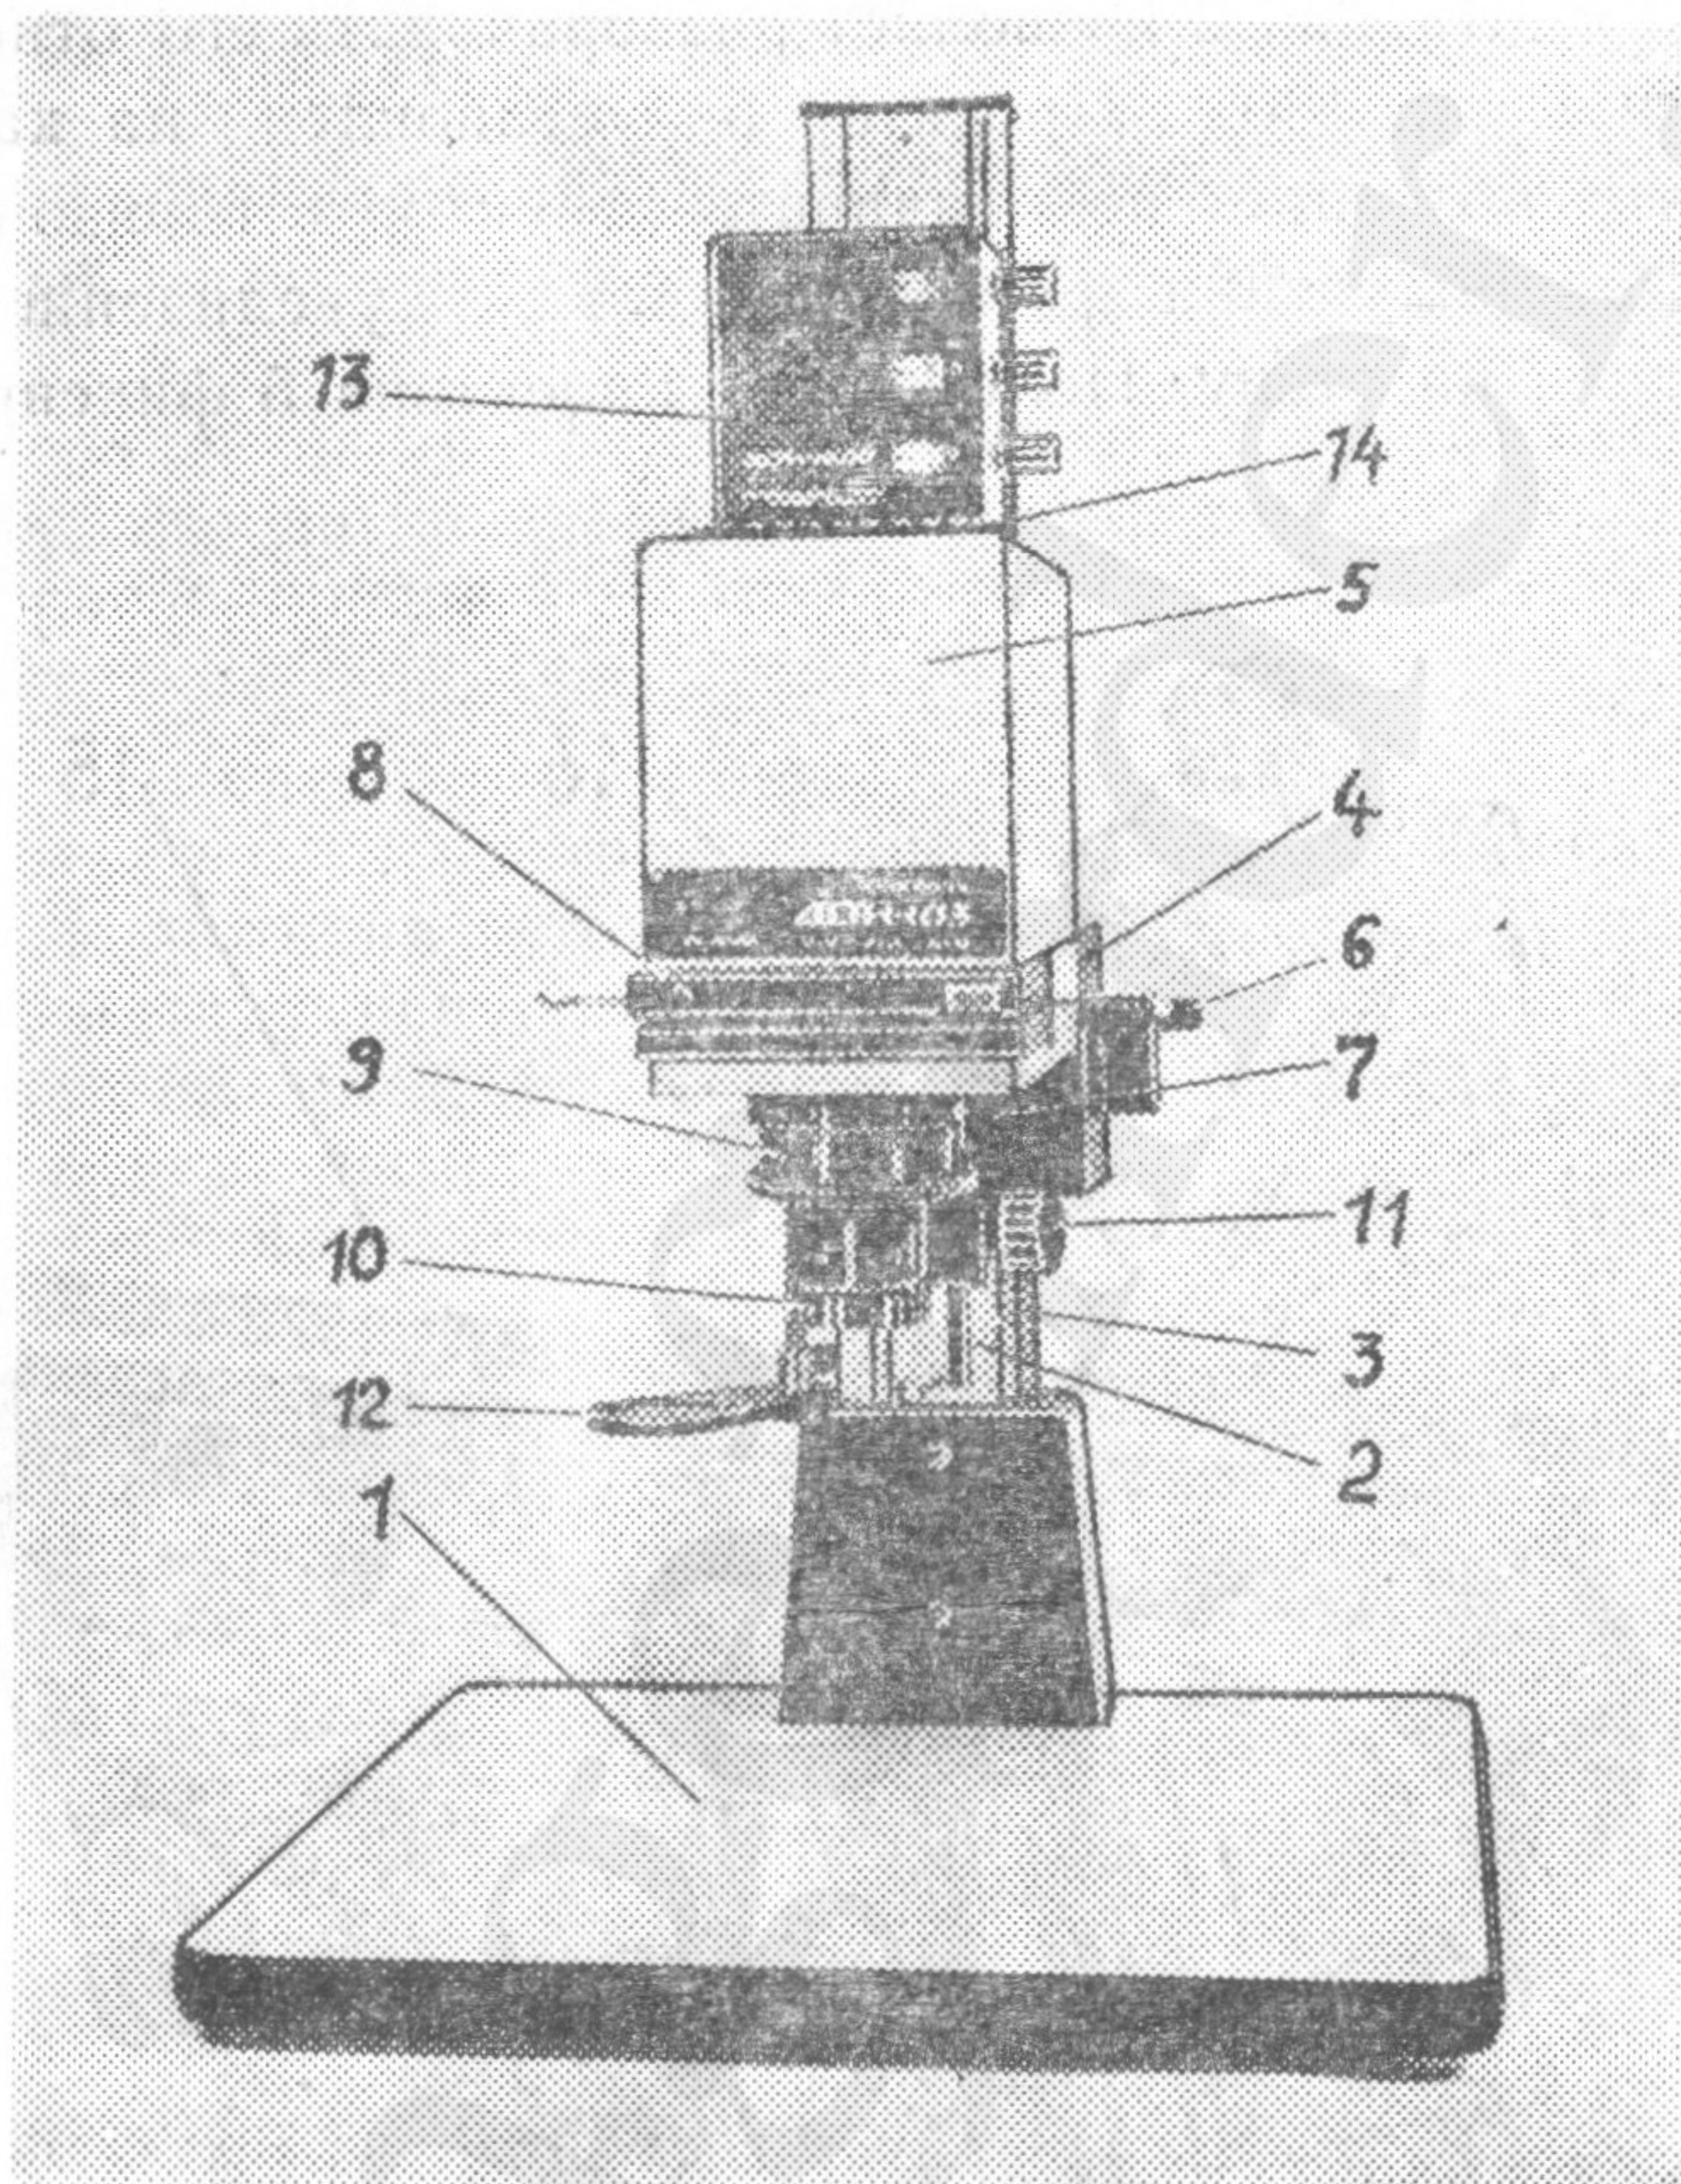
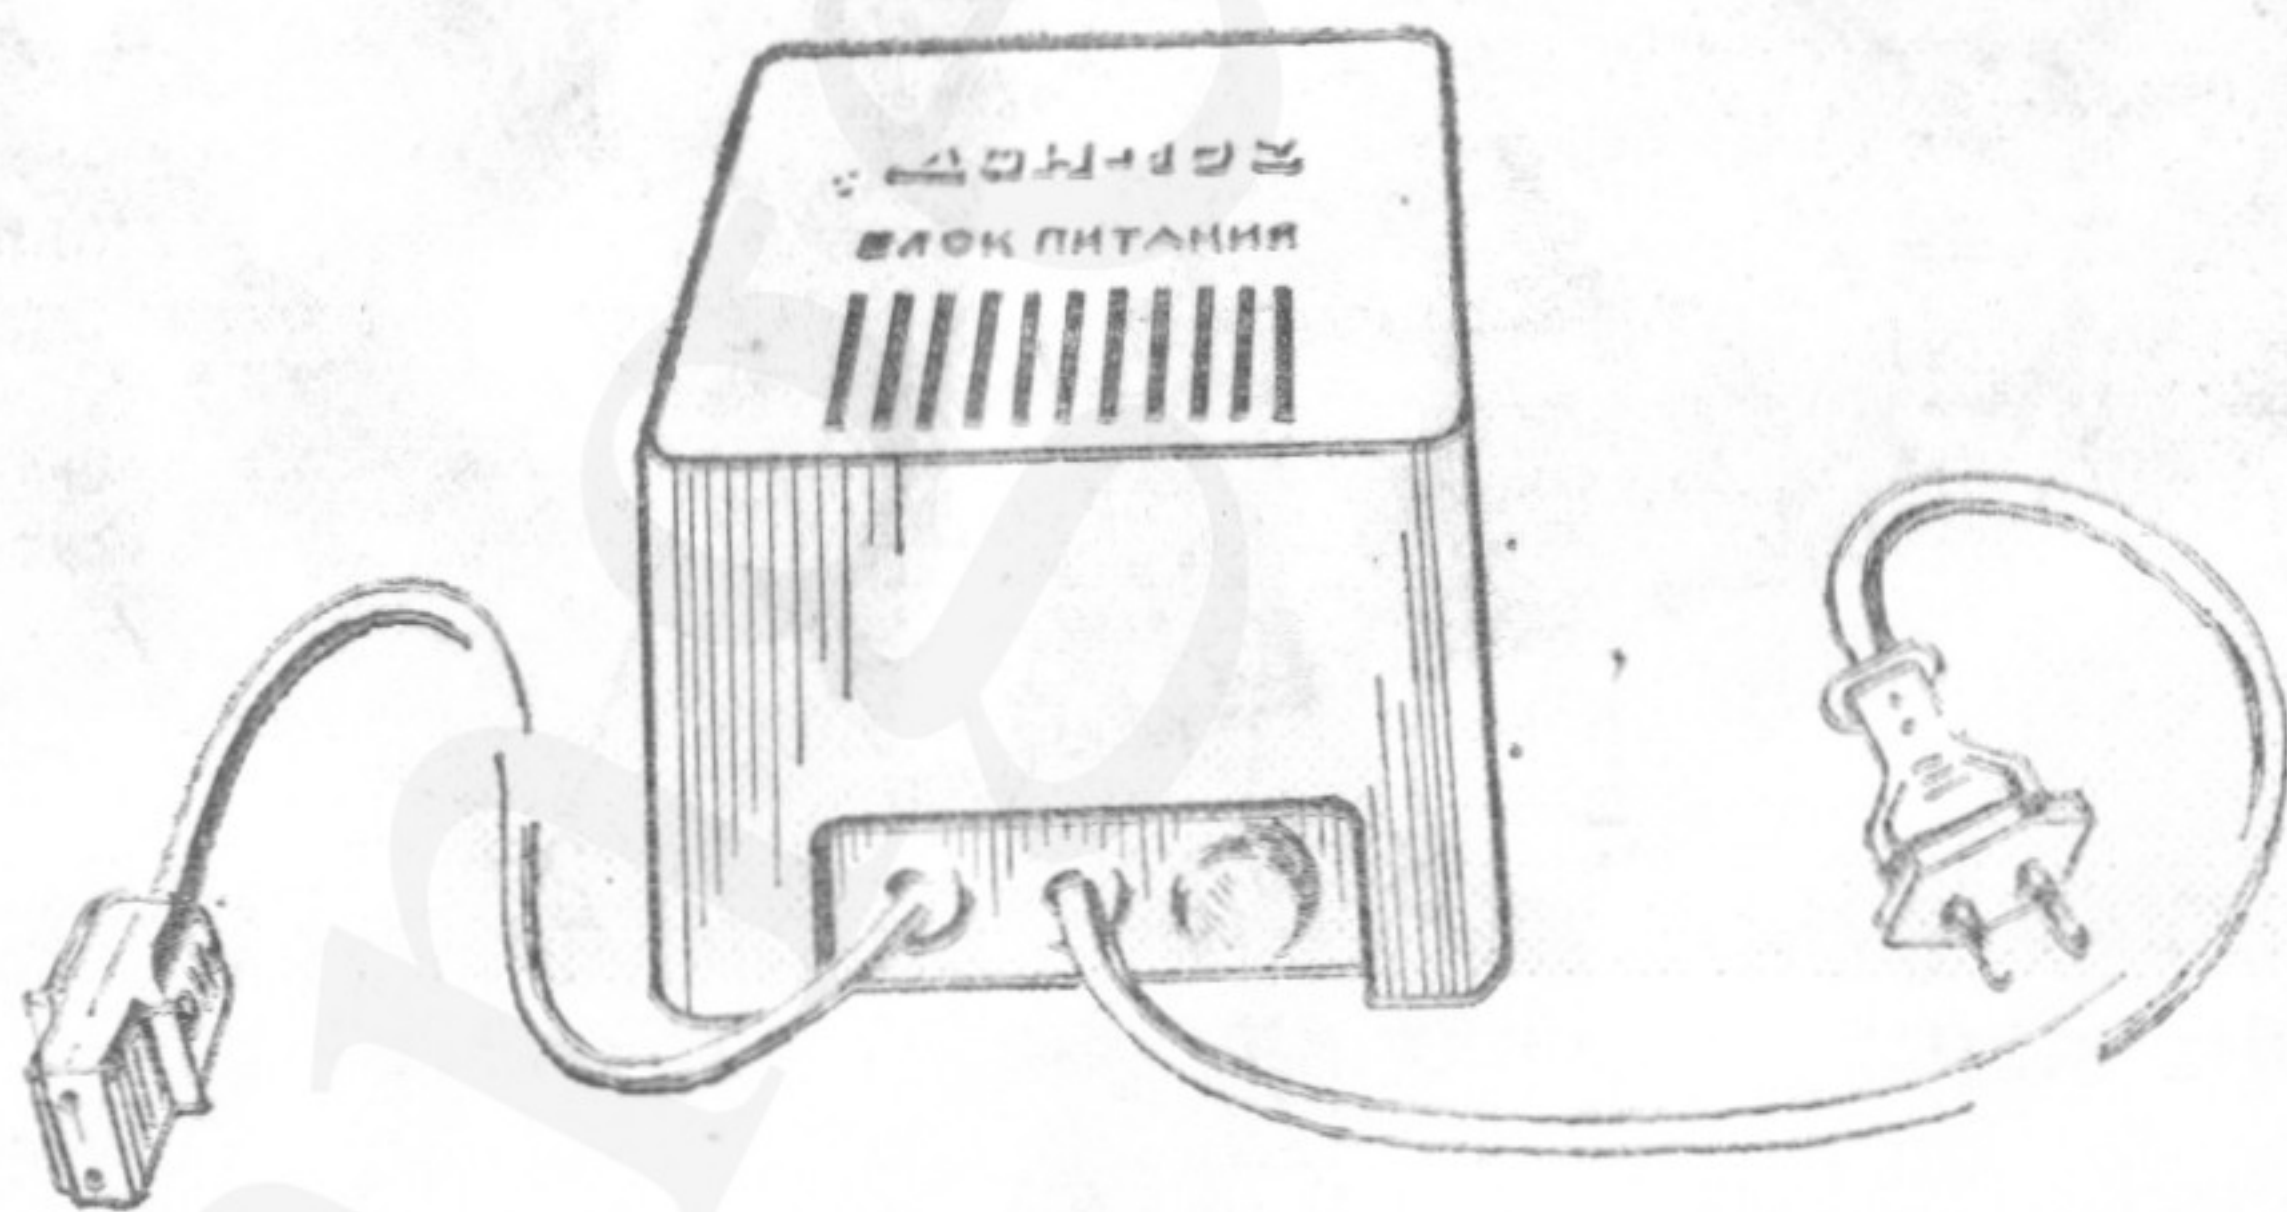
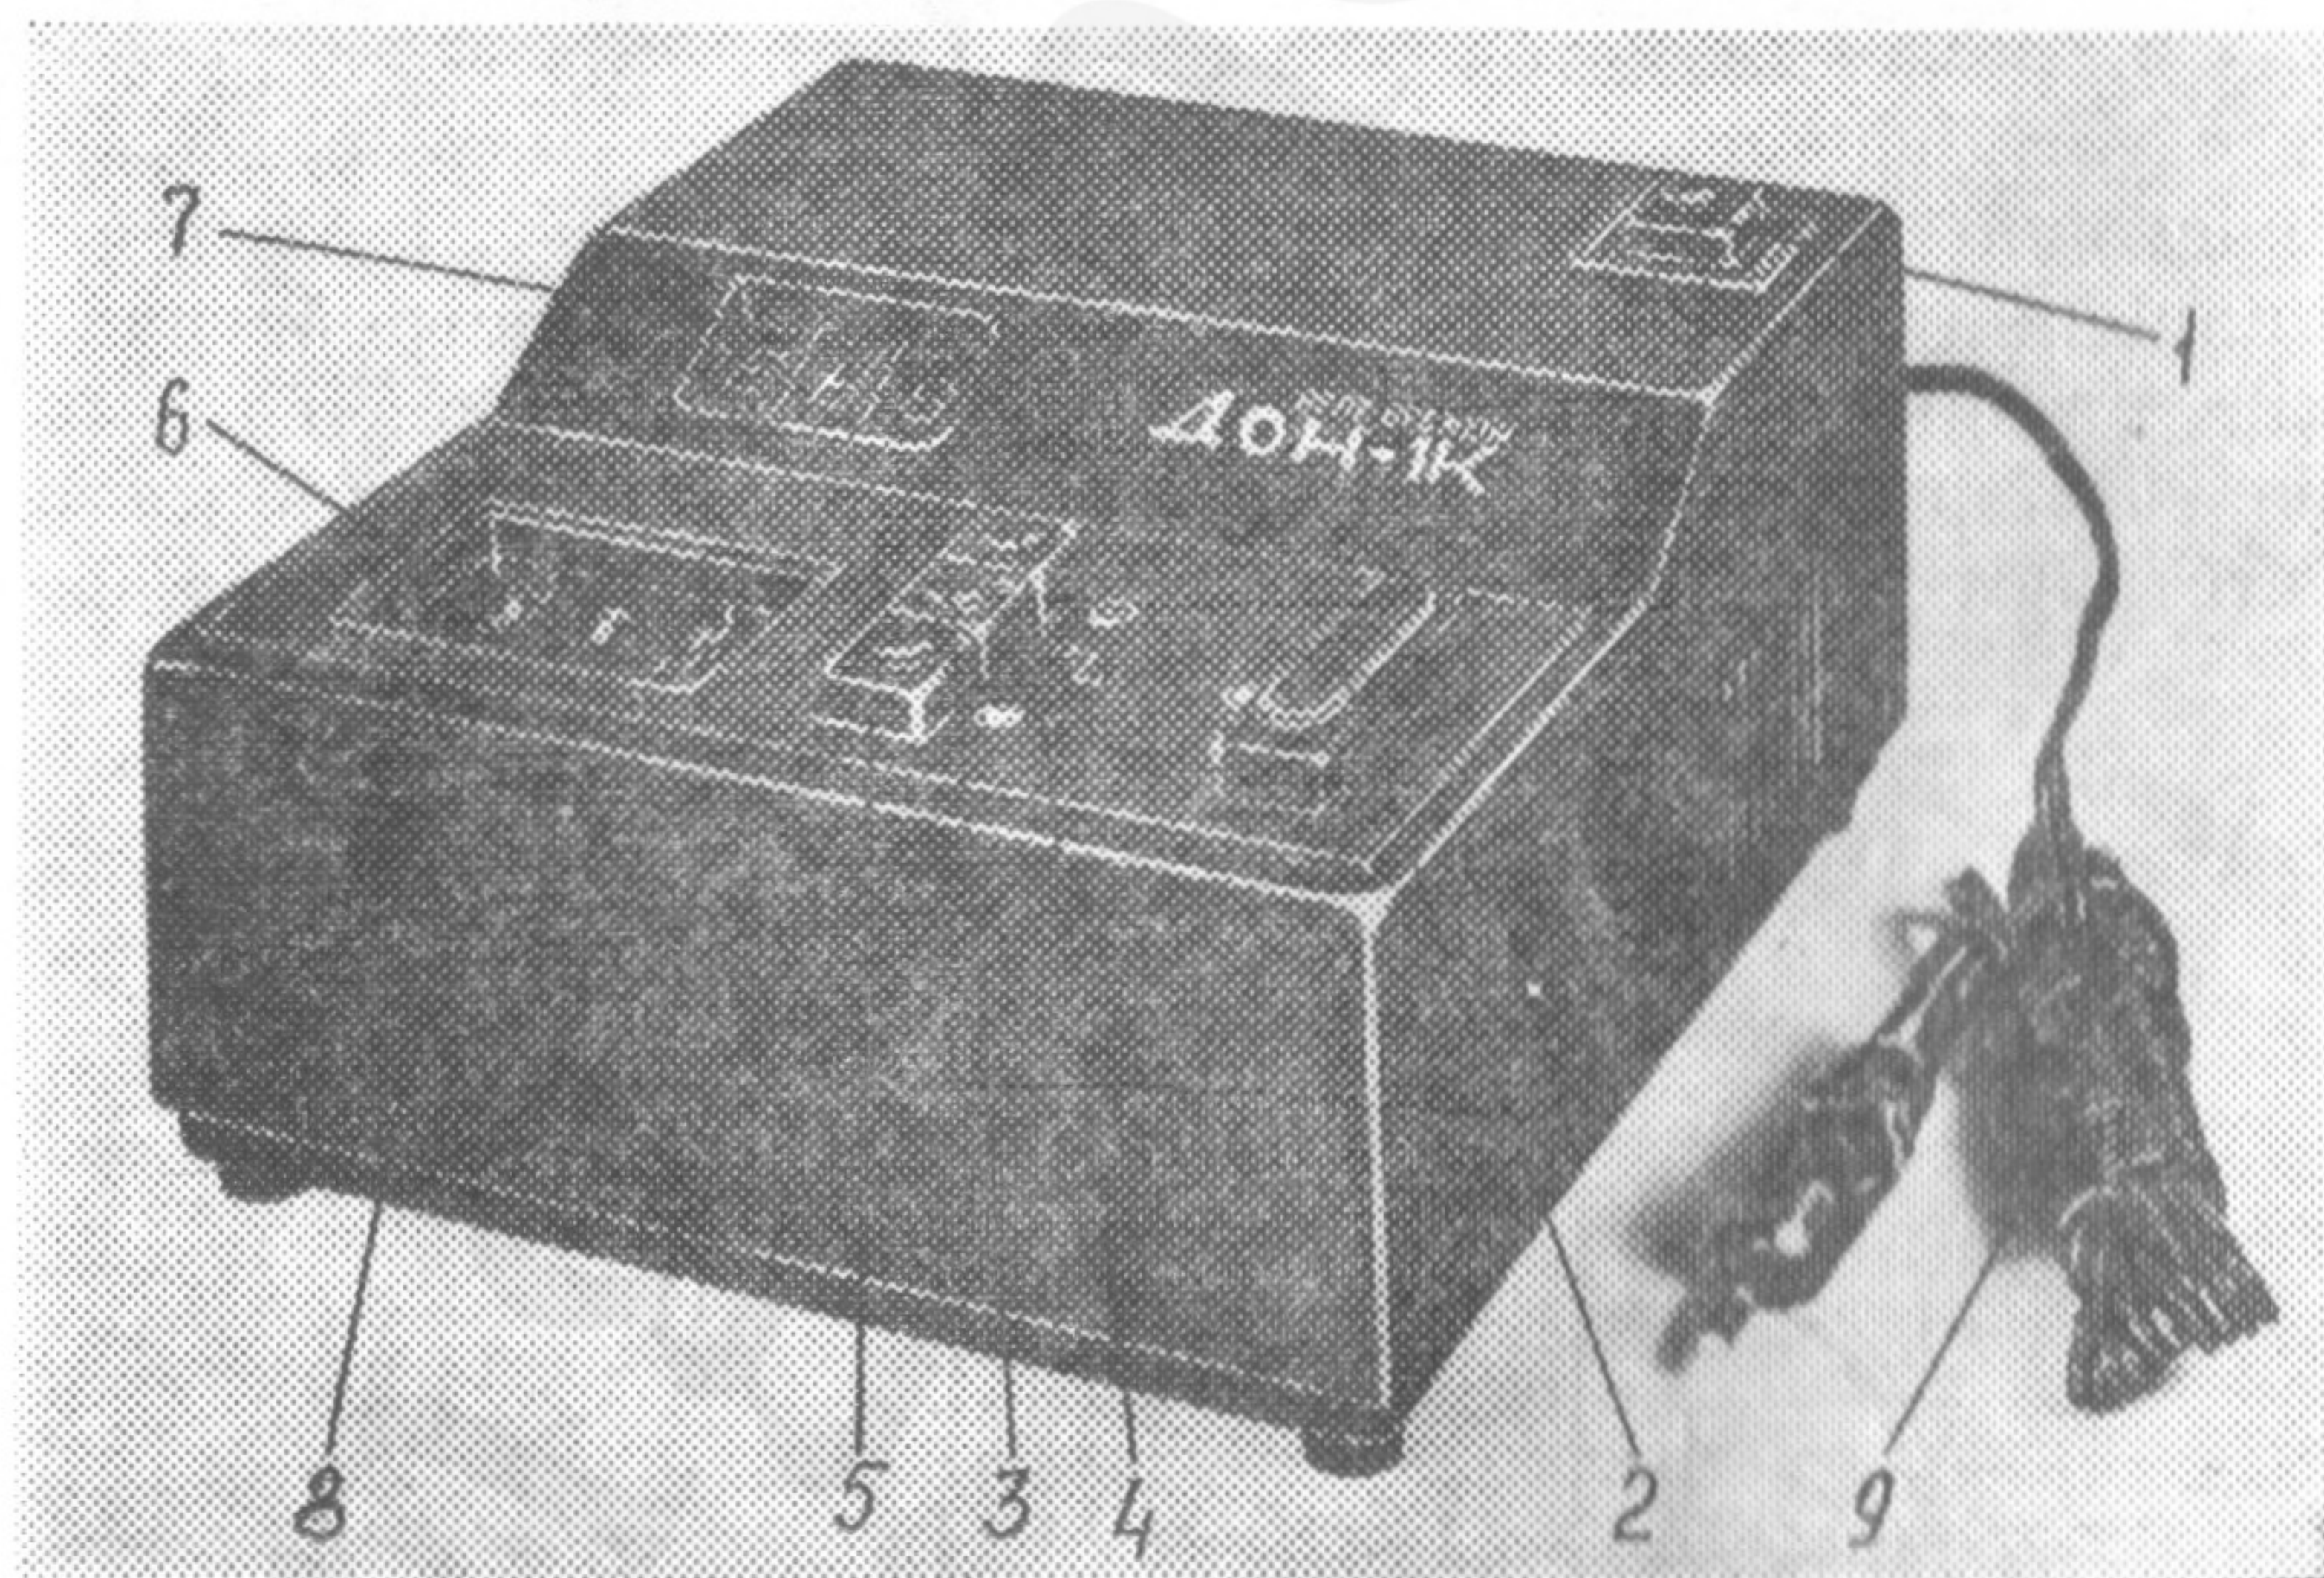

Рис. 1.
Рис. 3.
Рис. 4.
Конструкция фотоувеличителя показана на рис. 1.
Фотоувеличитель включается в сеть через блок питания (рис. 3) и реле времени (рис. 4).
Реле времени (рис. 4) является сложным электронным прибором, позволяющим производить отсчет выдержек в интервале от 0,1с до 99,9с через 0,1с и в интервале от 1с до 999с через 1с. Оно имеет кнопку 1 СЕТЬ — включение реле в электрическую сеть, трехсекционный переключатель 6 — для набора необходимого времени выдержки, цифровой индикатор 7 установленной выдержки, кнопку 2 ПУСК — включение отсчета времени, кнопку 3 — диа-
1) установите основание 1 (см. рис. 1) фотоувеличителя на устойчивую базу, закрепив штатив 2 к кронштейну основания 1 с помощью винта и гайки;
6) подключите блок питания (см. рис. 3) к проектору 5 (см. рис. 1) и к реле времени (см. рис. 4);
7.2. Вложите негатив в негативодержатель 8 и установите его в паз проектора 5 (см. рис. 1).
7.3. Включите реле времени кнопкой 1 СЕТЬ (см. рис. 4).
7.4. Установите проектор 5 на требуемую кратность увеличения с помощью рукоятки 6 (см. рис. 1). Кратность увеличения определяется по шкале на штативе 2 на уровне указателя, имеющегося у нижнего среза каретки 4.
7.5. Включите лампу проектора нажатием кнопки ЛАМПА на реле времени (см. рис. 4).
7.6. Произведите наводку на резкость. Для этого необходимо выдвинуть негативодержатель из паза проектора 5 (см. рис. 1) до упора. При этом на основании 1 появится изображение щели. Вращая ручку 11, добейтесь наиболее четкого изображения щели без излома прямых линий, после чего задвиньте негативодержатель обратно в паз проектора до упора.
7.8. Установите в зависимости от плотности негатива требуемую выдержку с помощью переключателя на реле времени (см. рис. 4).
8.2. Устранение люфта в опорах каретки 4 (см. рис. 1):